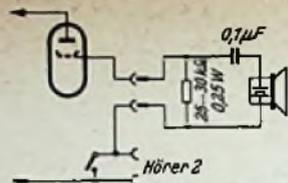
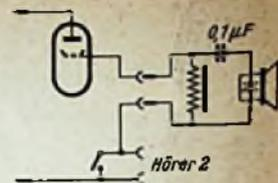

Bild 2. Anschluß eines Kristallkopfhörers mit einem ohmschen Anodenwiderstand
Bild 3. Anschluß eines Kristallkopfhörers mit einer Anodendrossel
5. Das Anschließen eines Kristallhörers ist gleichfalls möglich. Diese Hörer sind jedoch hochohmig und müssen gleichstromfrei angeschlossen werden. Als Außenwiderstand ist hierfür ein Widerstand von 25 bis 30 k Ω (0,25 W) nötig, ferner ein Kondensator von mindestens 0,1 μ F Kapazität (Bild 2). Größere Lautstärke und besseren Klang ergibt allerdings eine Ausgangsdrossel mit möglichst hoher Impedanz (Bild 3).